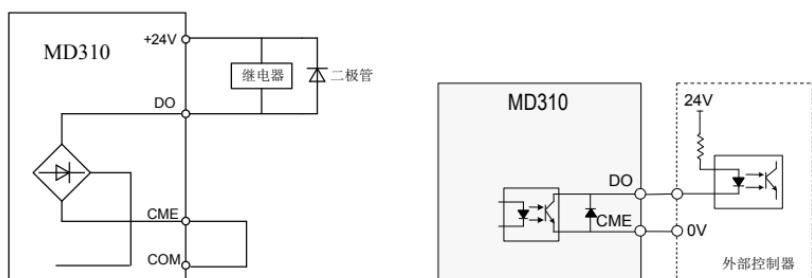

图 3-18 数字输出端子接线示意图
1) 一定要正确安装吸收二极管的极性。如图 3-18。否则当数字输出端子有输出时，马上会将直流 24V 电源烧坏。